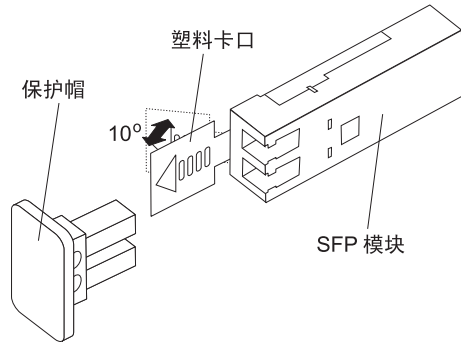

图 3-10. 松开塑料材质的 SFP 模块滑锁
- 如图 3-10 中所示，对于包含塑料卡口的 SFP 模块，拉动塑料卡口以松开 SFP 模块滑锁。